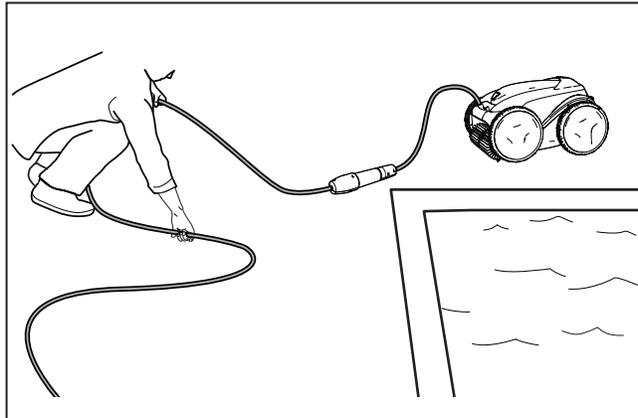

Figure 20. Démêlement
4. Retirez le nettoyeur de la piscine et démêlez toutes les boucles et tous les nœuds dans le câble d'alimentation (Figure 20). Commencez par la tête du nettoyeur. Disposez le câble au soleil pour assouplir toutes les formes d'emmêlement.